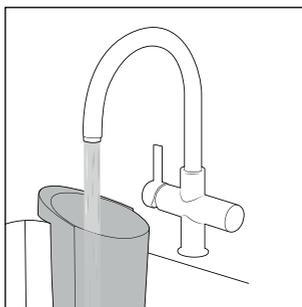

Rys. 21
- ◆ Wyciągnij pokrywę zbiornika na brudną wodę ❹ do góry ze zbiornika na brudną wodę ❷ (patrz rys. 21).